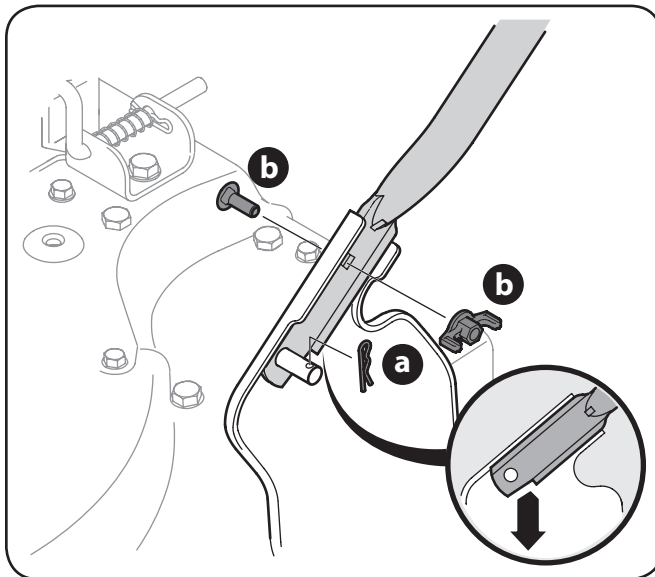

Figura 3-1
- a. Sitúe los agujeros inferiores de la manija inferior sobre los pernos de los soportes de la manija, y asegúrelos con broches de horquilla. Vea la Figura 3-1.
- b. Inserte los tornillos del carro desde el lado de afuera a través del agujero superior de la manija inferior y asegúrelos con tuercas de mariposa. Vea la Figura 3-1.